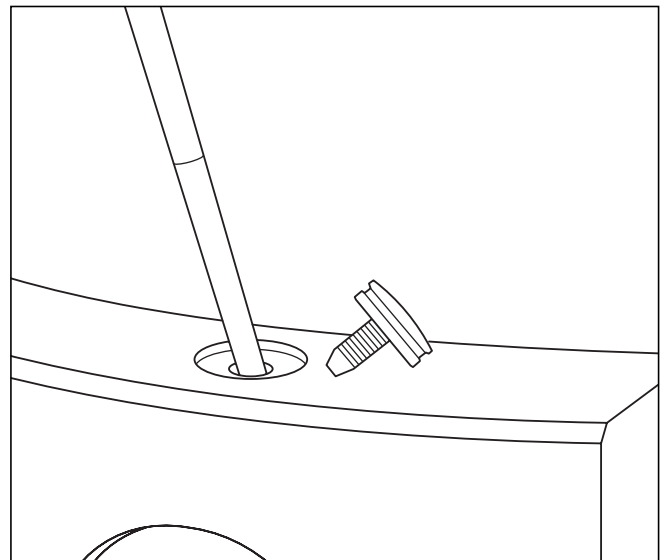

Abb. 8.11 Lösen des Federverschlusses
- Drücken Sie auf die unter der Bohrung liegenden Feder, z. B. mit einem Schraubendreher (siehe Abb. 8.11).
- Drücken Sie auf die unter der Bohrung liegenden Feder, z. B. mit einem Schraubendreher. (siehe Abb. 8.11).